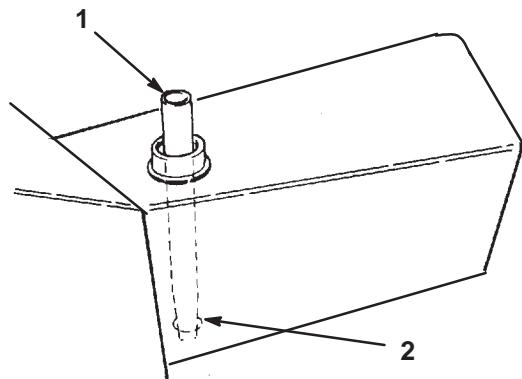

図50
2. フィルタのみの交換であれば、キャップをはずし、タンク・プラグ（図50）を差し込む。これにより、交換作業中にタンクからオイルが抜けないようになる。